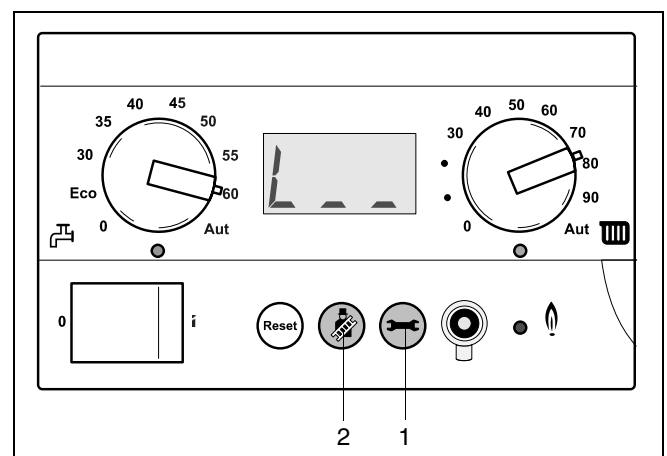

fig. 34 Maximaal cv-vermogen
- Druk gelijktijdig de schoorsteenveger- en serviceknop (→ fig. 34, [2], [1]) in, tot er $\boxed{\text{L--}}$ (→ fig. 34) in het display verschijnt.
- Bevestig de instelling door de serviceknop tweemaal in te drukken (→ fig. 34, [1]).